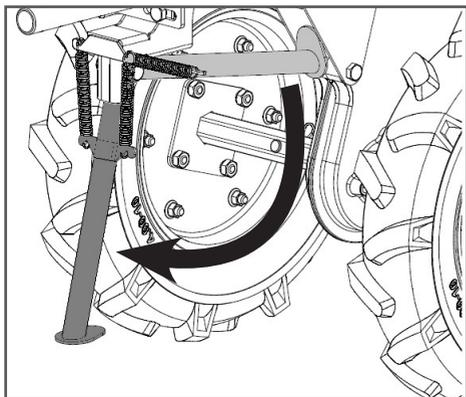

Рис. 7. Установка передней опоры
5. Откиньте вперёд переднюю опору и установите мотоблок на переднюю опору (Рис. 7).